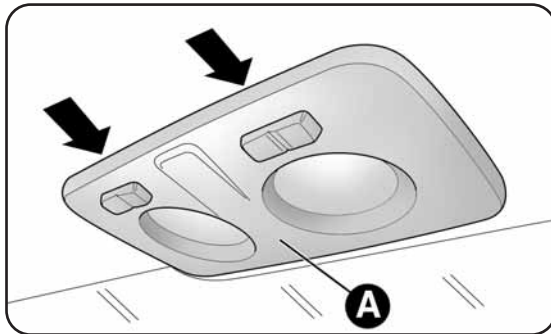
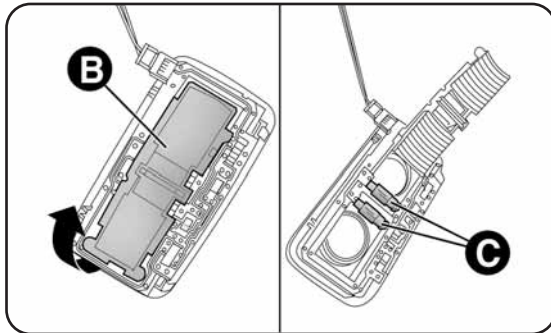

fig. 26
fig. 27
- agire nei punti indicati dalle frecce e rimuovere la plafoniera A-fig. 26;
- aprire lo sportellino di protezione B-fig. 27;
- richiudere lo sportellino B-fig. 27 e fissare la plafoniera A-fig. 26 nel proprio alloggiamento accertandosi dell'avvenuto bloccaggio.